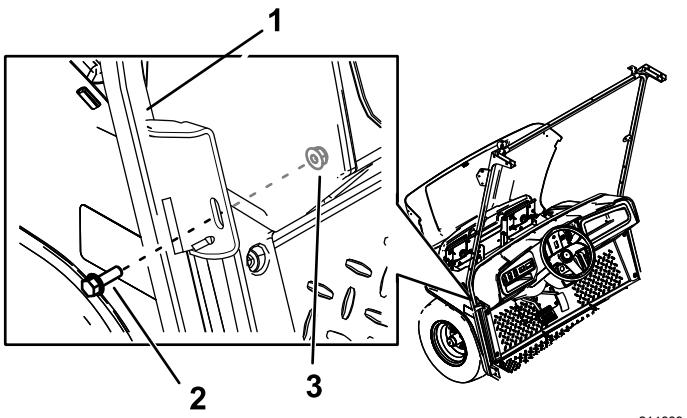

Figura 25
- Fissate la staffa centrale dei supporti destro e sinistro del parabrezza alla macchina utilizzando 2 bulloni esagonali flangiati (5/16 x 1") e 2 dadi (5/16"), nei fori praticati in precedenza (Figura 25).